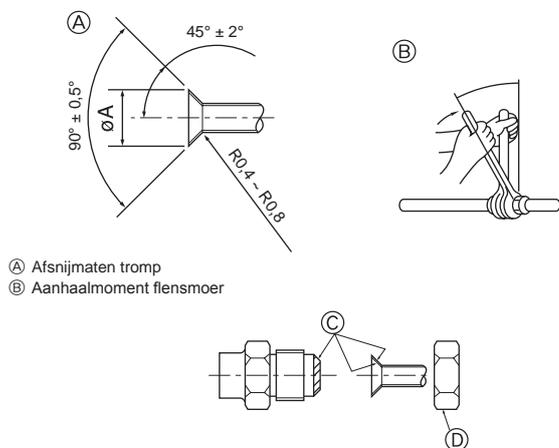

Fig. 4-1
- Doe een dun laagje koelmachineolie op de leiding en het aansluitingsoppervlak voordat u de "flare"-moer vastdraait. (A) (Fig. 4-1)
- Draai met gebruik van twee pijptangen de aansluitende leidingen vast. (B) (Fig. 4-1)
- Breng koelolie aan op de aansluitingsoppervlakken. (C) (Fig. 4-1)
- Gebruik de flensmoeren voor de volgende pijpaftmetingen. (D) (Fig. 4-1)
(A) (Fig. 4-1)
(B) (Fig. 4-1)